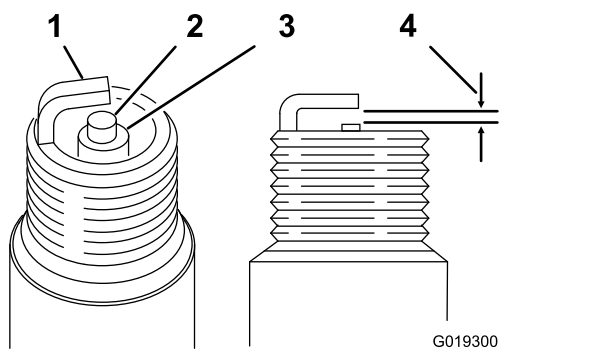

Figura 33
Folga: 0,70 a 0,80 mm; consulte Figura 33
3. Defina a folga para 0,70 a 0,80 mm (Figura 33).